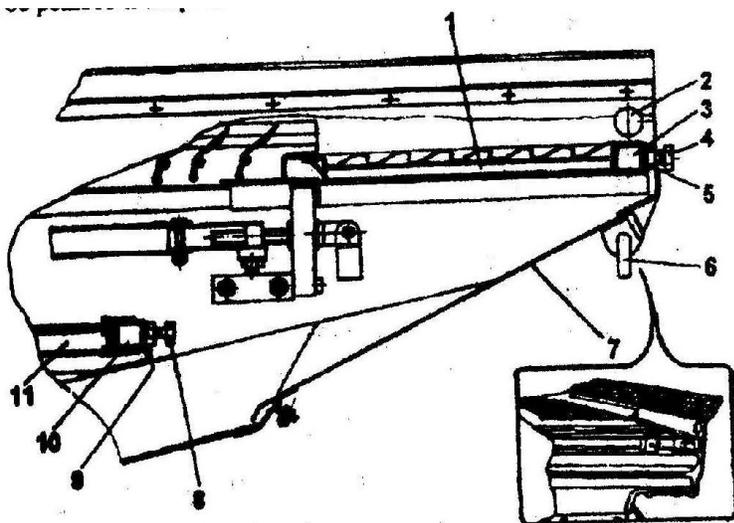

Рис. 36. Удлинитель верхнего решета очистки:
Надставка удлинителя 1 (рис. 36) может быть установлена на отверстиях в боковине с помощью пальцев 3 и стопорных болтов 4 в двух положениях. Как правило, во время уборочных работ надставка зафиксирована; на нижних отверстиях (в нижнем положении).
- 1) оттянуть с двух сторон очистки фиксаторы 6 (см/рис. 36)' и опустить в нижнее положение щиток 7;